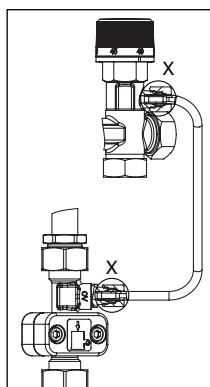

Fig. 6.7 Illustration montage HTU/ TU
7. Visser le robinet (clé de 28) dans le distributeur en respectant l'alignement (environ 30°, approximativement parallèle au raccord de liaison. Le marquage blanc de la poignée manuelle est orienté vers l'avant, fig. 6.7 / 6.8). Le raccordement est auto-étanche.
12. Insérer les extrémités du tube en cuivre dans le corps ou le bouchon jusqu'en butée. (Respecter la fig. 6.7 / 6.8 pour la direction du tube en cuivre!) Si nécessaire, réajuster l'alignement du robinet et du corps.